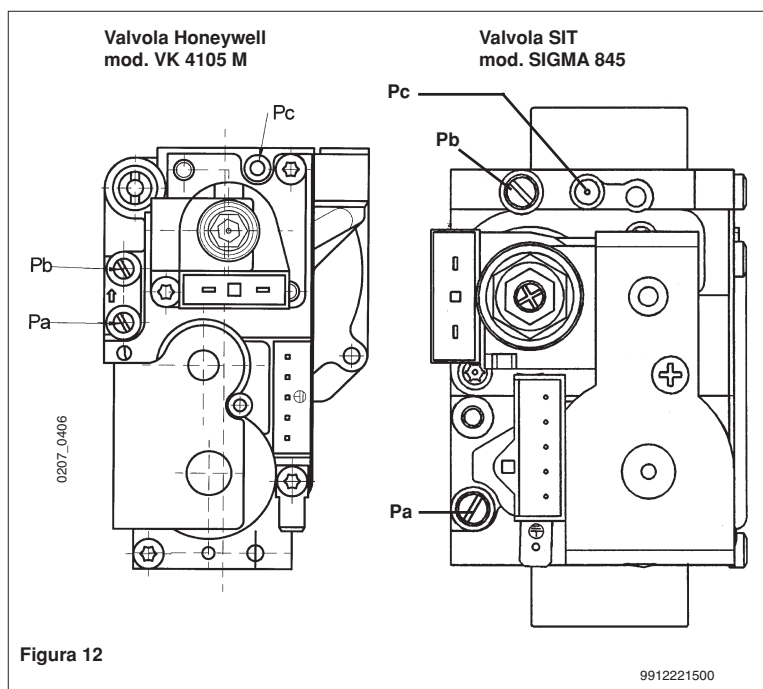

Figura 12
Le modalità di taratura del regolatore di pressione sono leggermente differenti a seconda del tipo di valvola del gas utilizzata (HONEYWELL o SIT vedi figura 12).
Las modalidades de calibrado del regulador de presión difieren ligeramente según el tipo de válvula del gas utilizada (HONEYWELL o Sit, véase figura 12).
- collegare la presa di pressione positiva di un manometro differenziale, possibilmente ad acqua, alla presa di pressione (Pb) della valvola del gas (figura 12). Collegare, solo per i modelli a camera stagna, la presa negativa dello stesso manometro ad un apposito "T" che permetta di collegare insieme la presa di compensazione della caldaia, la presa di compensazione della valvola del gas (Pc) ed il manometro stesso. (Una pari misura può essere effettuata collegando il manometro alla presa di pressione (Pb) e senza il pannello frontale della camera stagna);
- *conectar la toma de presión positiva de un manómetro diferencial, posiblemente de agua, a la toma de presión (Pb) de la válvula del gas (figura 12). Conectar, sólo para los modelos a cámara estanca, la toma negativa del mismo manómetro a un especial "T" que consienta conectar entre ellos la toma de compensación de la caldera, la toma de compensación de la válvula del gas (Pc) y el manómetro mismo. (Se puede efectuar una medición equivalente conectando el manómetro a la toma de presión (Pb) y sin el panel frontal de la cámara estanca); Una medición de la presión en los quemadores efectuada con métodos diferentes a los descritos podría resultar incorrecta, dado que no tomaría en cuenta la depresión creada por el ventilador en la cámara estanca.*
- verificare che la pressione dinamica di alimentazione della caldaia, misurata alla presa di pressione (Pa) della valvola del gas (figura 12 pagina 16) sia quella corretta (30 mbar per il gas butano, 37 mbar per il gas propano o 20 mbar per il gas naturale).
- *controlar que la presión dinámica de alimentación de la caldera, medida en la toma de presión (Pa) de la válvula del gas (figura 12 en página 16), sea correcta (28 mbar para el gas butano, 37 mbar para el gas propano o 20 mbar para el gas natural).*